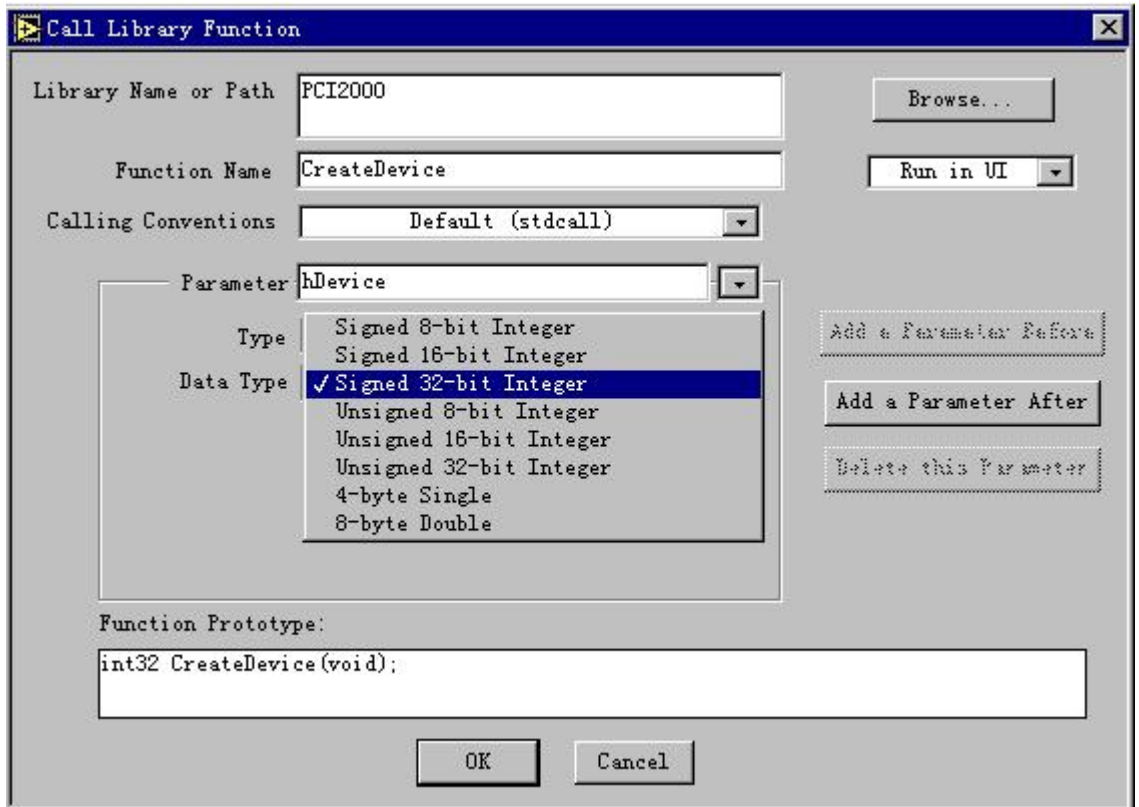

图 17 选择指定返回值的数据类型
- 6.在 Data Type 中选择 Signed 32-Bit Integer 类型，如图 17。且确保 Pass 栏为 Value 选项